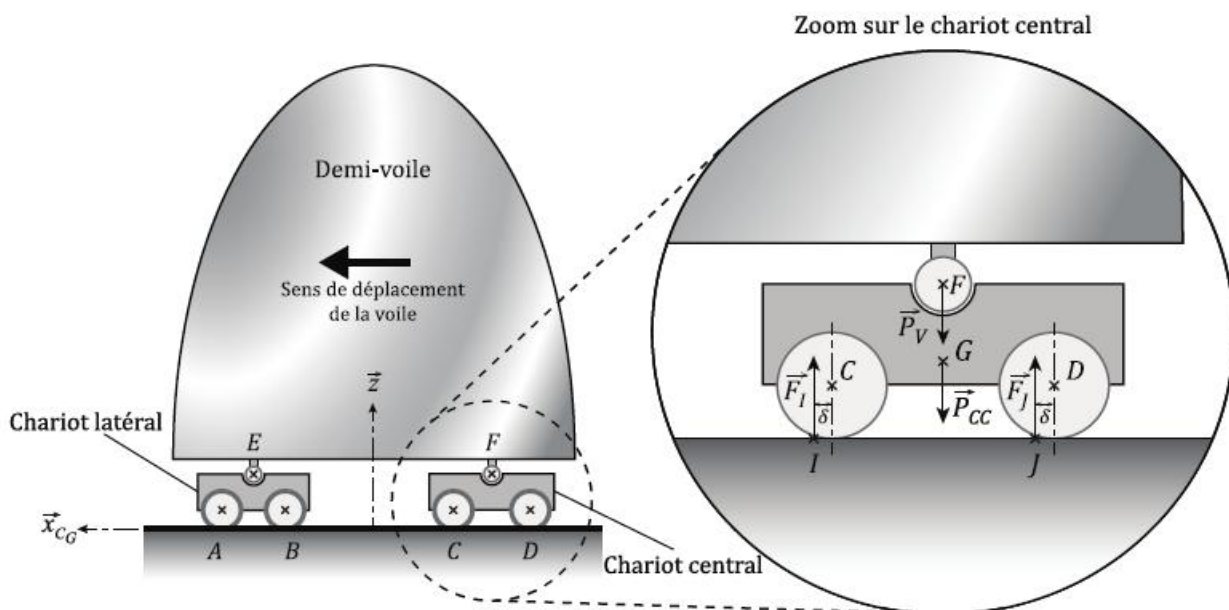

Figure 15 Paramétrage de la demi-voile et modélisation des actions appliquées sur le chariot
La figure 15 représente le paramétrage d'une demi-voile et du chariot central. Les galets de roulement roulant sur 2 rails parallèles, seuls les galets de roulement en contact avec un rail ont été représentés.
- Le problème sera considéré comme un problème plan ($\vec{x}_{CG}, \vec{z}$). Seuls 2 galets de roulement par chariot seront considérés pour les calculs (figure 15).
- Afin de prendre en compte la résistance au roulement, les résultantes des actions mécaniques de contact entre le rail et les galets de roulement, sont décalées d'une distance δ , appelée coefficient de résistance au roulement, par rapport au point de contact (figure 15). Ces actions